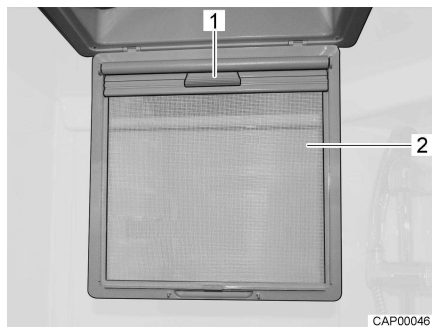

Bild 32 Mörklägningsrullgardin
- Fäll ned insektsskyddet (Bild 32,2).
- Ta tag i mörklägningsrullgardinen i handtaget (Bild 32,1) och dra nedåt tills den hakar i på motsatt sida.
- Koppla ur mörklägningsrullgardinen i handtaget (Bild 32,1) och för den långsamt tillbaka till utgångsläget.
- Fäll upp insektsskyddet (Bild 32,2) så att det hakar i.